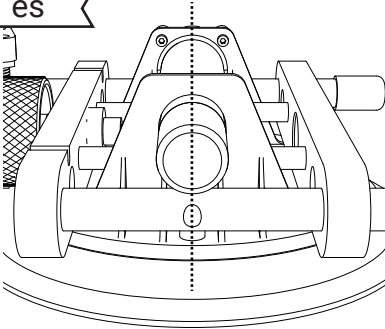

fig. 1
4. En cada unidad, gire el rodillo moleteado para centrar el cilindro del mango con la muesca de alineación. (ver fig. 1)